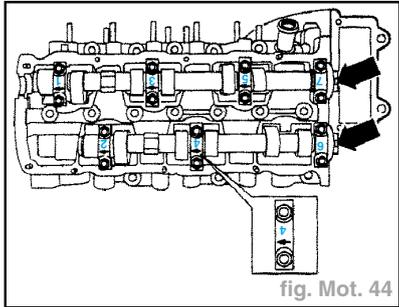

fig. Mot. 44
**Nota :** - Lors de la repose des arbres à cames, les évidements pour les pignons de chaîne d'arbres à cames (flèches) doivent être dirigés vers le haut (fig. Mot. 44).